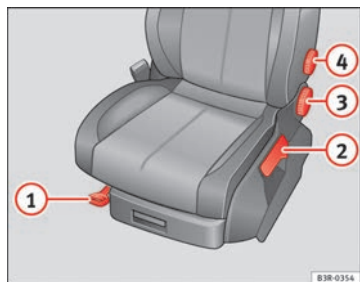

Abb. 106 Bedienelemente am Fahrersitz
- Den Hebel ① ⇒ Abb. 106 hochziehen und den Sitz in die gewünschte Position verschieben.
- Den Hebel ① loslassen und den Sitz weiter schieben, bis die Sitzverriegelung einrastet.
- Den Hebel ② ⇒ Abb. 106 mehrmals nach oben ziehen, bis die gewünschte Position erreicht ist.
- Das Handrad  ⇒ Abb. 106 drehen, um die Neigung der Lehne entsprechend einzustellen.
- Die Lehne entlasten und das Handrad  ⇒ Abb. 106 drehen, um die Lendenwirbelstütze einzustellen.